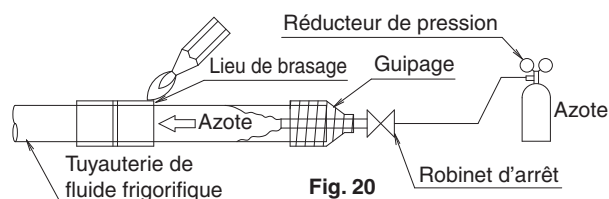

Fig. 20
- Avant de braser la tuyauterie de fluide frigorigère, faites passer l'azote dans la tuyauterie de fluide frigorigère et remplacez l'air par l'azote. Puis, effectuez le brasage (REMARQUE 2). (Reportez-vous à la Fig. 20) Après avoir terminé tous les travaux de brasage, installez les raccords évasés avec l'unité intérieure.